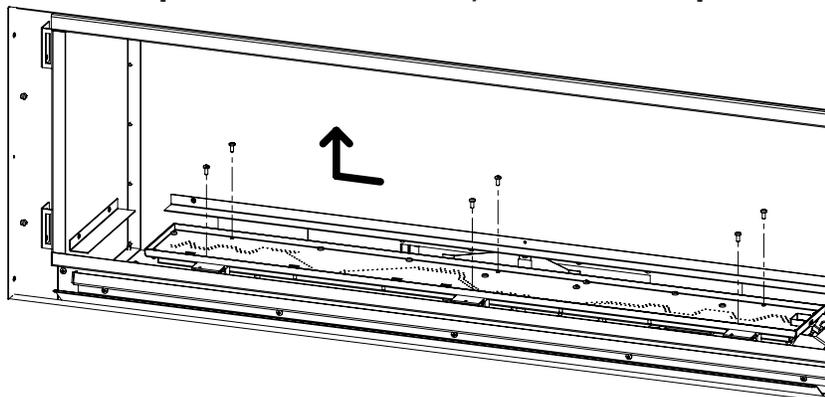

Figure 6. Retrait du brûleur
6. Retirez les six vis T-20 qui fixent le bac du brûleur comme indiqué sur la figure 6 ; **NE retirez PAS les autres vis T-20.** Une fois les vis spécifiées retirées, faites glisser le brûleur vers la gauche et soulevez-le pour le retirer.